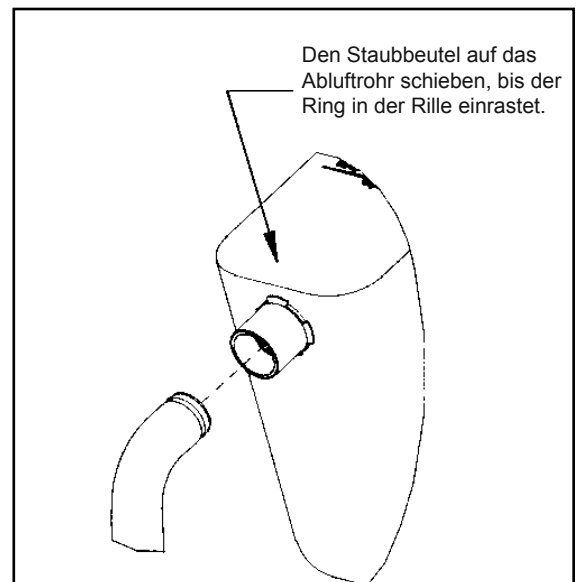

Abbildung 2
1. Den Staubbeutel auf das Abluftrohr schieben, bis der Ring in der Rille einrastet. (Abbildung 2). Hierzu drücken Sie am besten mit der Handfläche gegen die Rückseite des Beutels.